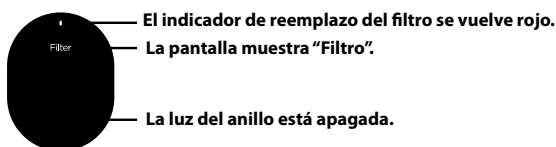

Figura 3
- Si el filtro caducó, la luz anular estará apagada. Además, el indicador de reemplazo del filtro se pondrá rojo y la pantalla mostrará "Filtro" después de parpadear 3 veces (Figura 3).